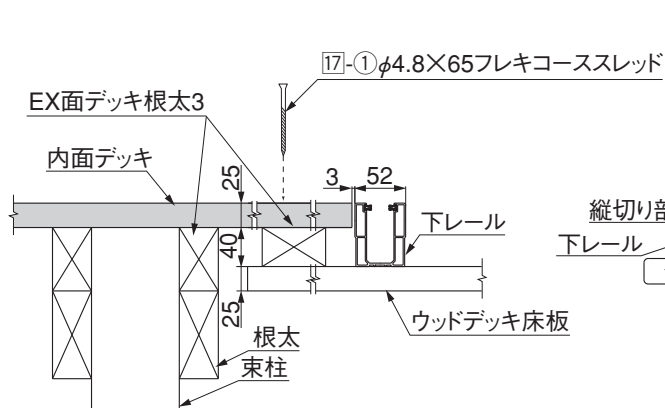
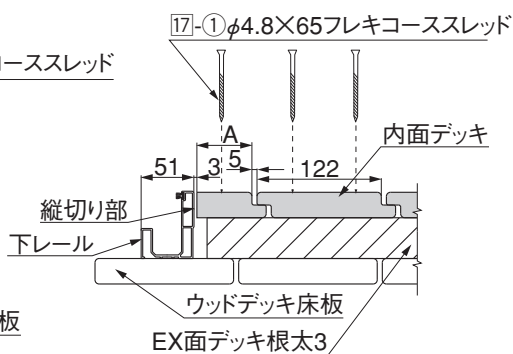

図6-6 イペセレクトデッキ側面断面図
図6-7 イペセレクトデッキ前面断面図
① 図6-4、図6-5、図6-6、図6-7のように、内面デッキをエクシオール面デッキ根太に固定してください。